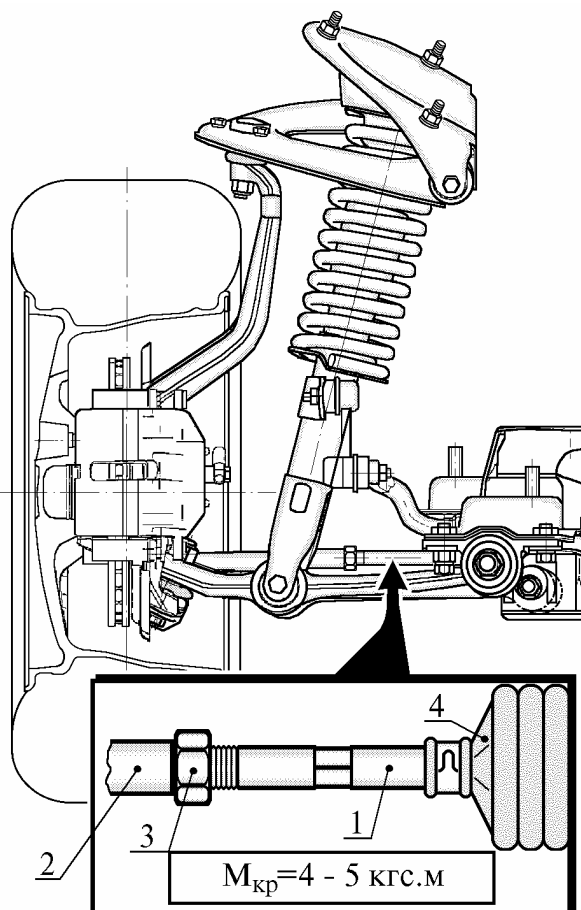

Рис. 11. Регулировка схождения передних колес:
4.6.4.1. Ослабить крепление резьбового наконечника 1 (рис. 11) левой рулевой тяги 2, отвинтив гайку 3 на 1 - 2 оборота (ключ 22 типа ГОСТ 2839-86).